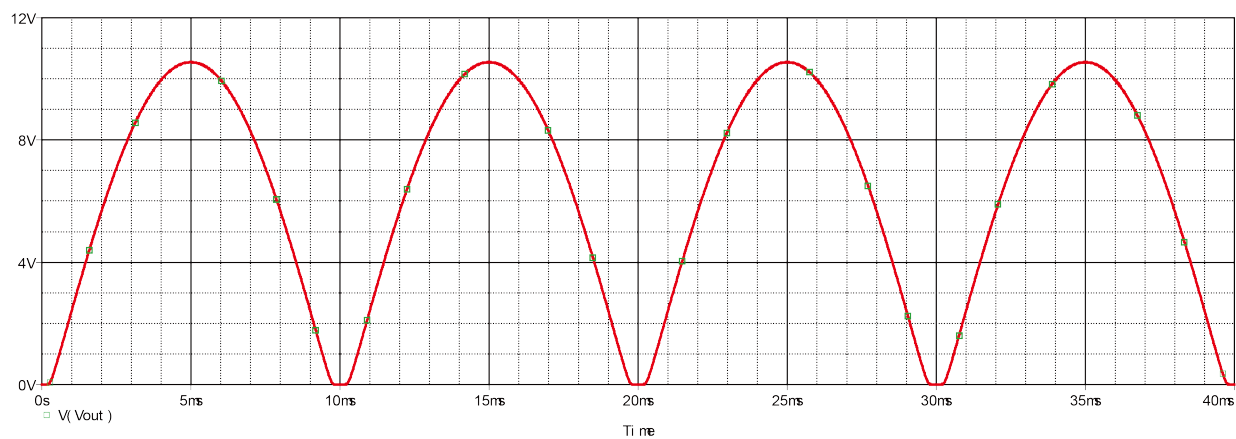

图 5: 桥式整流电路仿真波形图
- (1) 由图 5 可以看出, 经过桥式整流电路的整流, 电阻 R 两端的输出电压只剩下正向电压, 达到整流目的。